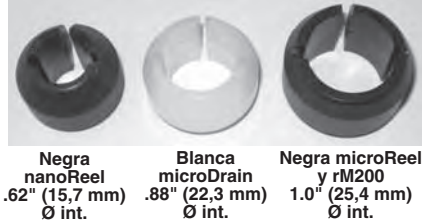

Figura 3
1. Asegure que hará uso del CROSSCHEK correcto para el sistema de inspección (microDrain™, nanoReel, microReel ó rM-200) que va a utilizar. El diámetro y el color de la guía determinan sobre cuál sistema de cámara puede montarse el CROSSCHEK (Figura 3).